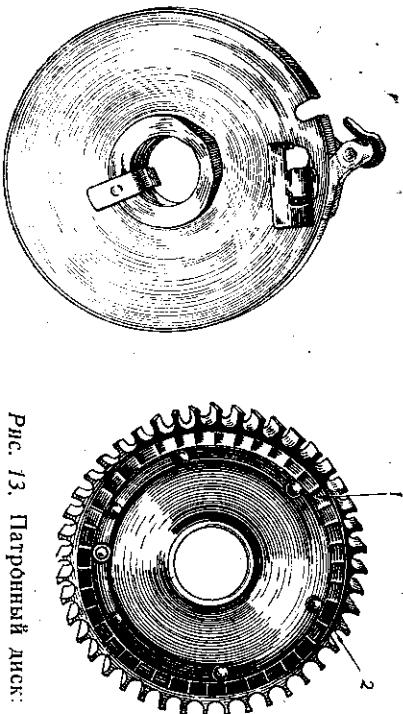

Рис. 11. Магазин.
17. Магазин (рис. 11) состоит из наружных частей: крышки и коробки магазина; внутренних частей: патронного диска, упорной втулки, подающей пружины патронного диска и ограничителя.
Крышка магазина (левая часть рис. 11) имеет вырез для прохода патрона и стержня затвора, а также бортик для одевания на коробку магазина. В центре крышки имеется отверстие для защелки, которое одновременно служит для удобства постановки магазина на пулемет.
Коробка магазина (рис. 11 и 12) в центре своем имеет втулку, на которой вращается патронный диск. Втулка имеет паз для шипа подающей пружины; к втулке прикреплена крышка магазина.